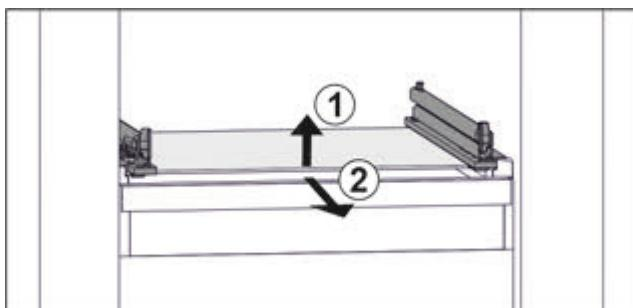

Fig. 88 Приближене відображення скляної пластини
- Підняти скляну пластину спереду. Fig. 88 (1)
- Вийняти скляну пластину рухом вперед. Fig. 88 (2)